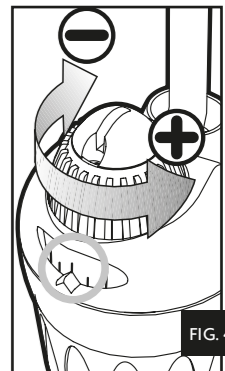

FIG. 4
- Turn the blue control knob until the desired temperature shows up in the scale window (fig. 4). Leave the heater to stabilise for about one full day and check the temperature of the water with a precision thermometer.
- Tourner le bouton de réglage jusqu'à ce que la valeur choisie soit en face du point de repère (fig. 4). Laisser fonctionner pendant 24 heures. Prendre la température avec un thermomètre de précision.
3- draai de blauwe draai-regelaar om het gewenste water temperatuur te kiezen (afb. 4). Laat u de staafverwarming minimaal gedurende 24 uren draaien, controleer dan het watertemperatuur doormeed een precisie thermometer.
3- Gire el botón de regulación hasta que el valor seleccionado esté frente al punto de referencia (fig. 4) Déjelo funcionar durante 24 horas. Tome la temperatura con un termómetro de precisión.